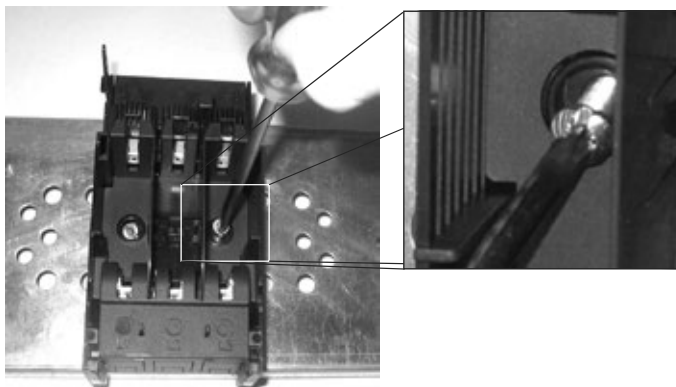

Figura 8
- Fixe a seccionadora com parafusos M6 (Figura 8) até que se tenha uma boa fixação no painel;